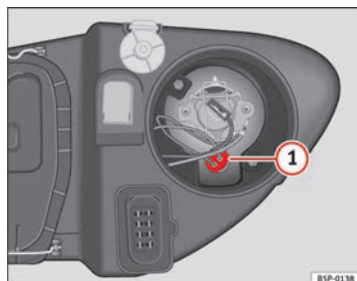

Fig. 188 Luz de población
- Extraiga el portalámparas ⇒ fig. 188 **1** hacia fuera.